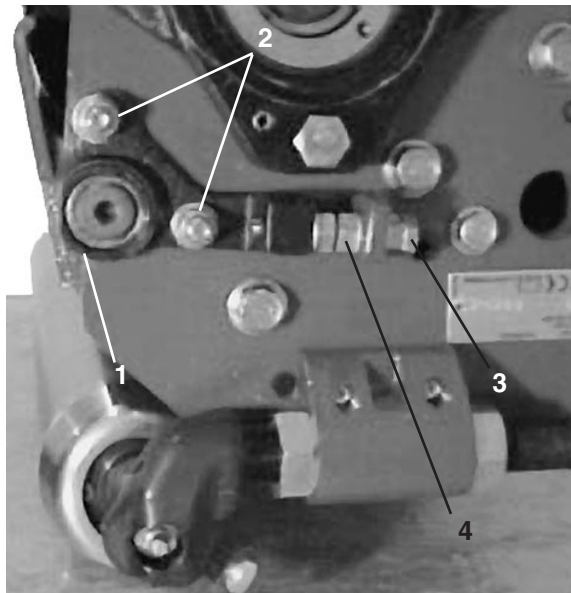

Bild 5
5. Lockern Sie die Sicherungsmutter der Gelenknabe so weit, daß sich die Gelenknabe bewegen läßt (Bild 5)
6. Wenn das Papier an der linken Seite nicht geschnitten wurde, lockern Sie die untere Einstellmutter an der Gelenknabe. Dann drehen Sie die obere Einstellmutter im Uhrzeigersinn, um die Gelenknabe hochzuziehen. Wenn das Papier dagegen an der rechten Seite nicht geschnitten wurde, lockern Sie die obere Einstellmutter an der Gelenknabe. Dann drehen Sie die untere Einstellmutter entgegen dem Uhrzeigersinn, um die Gelenknabe abwärts zu ziehen (Bild 5).